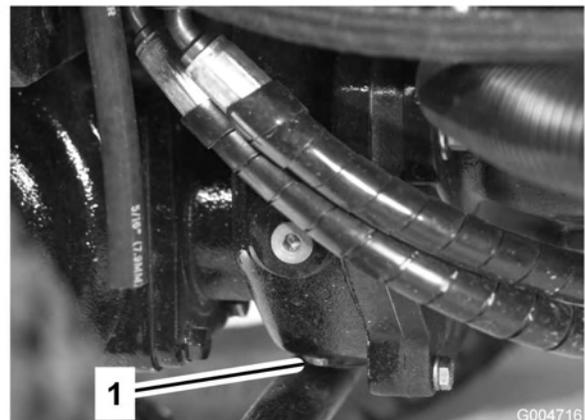

Figura 59
5. Limpie la zona alrededor del tapón de vaciado en la parte inferior de la caja de engranajes (Figura 59).